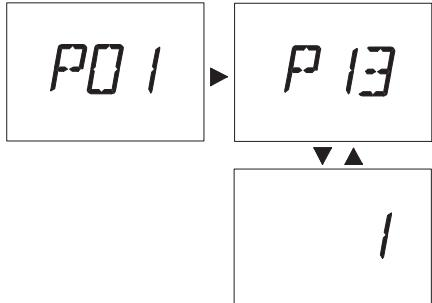

Рис. 39
- Нажимайте кнопку сброса 9 Рис. 5 пока на ЖК-дисплее не отобразится параметр **P13**, в котором можно настроить Электропитание трехходового клапана (последовательность **P13** чередуется с **1**) (Рис. 39).